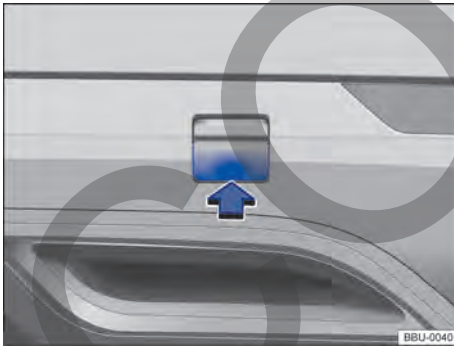

Fig. 165 En el lado derecho del paragolpes trasero: tapa del alojamiento de la argolla de remolque.
- Presione sobre la zona inferior de la tapa en el sentido de la flecha para desencastarla → fig. 165.